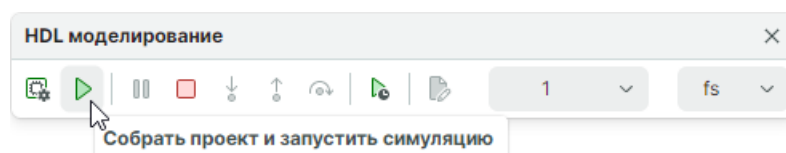

Рис. 24 Расположение кнопки «Собрать проект и запустить симуляцию»
2. В панели инструментов «HDL моделирование» нажмите кнопку , см. Рис. 24. Далее будет запущена процедура сборки проекта с последующим запуском симуляции.